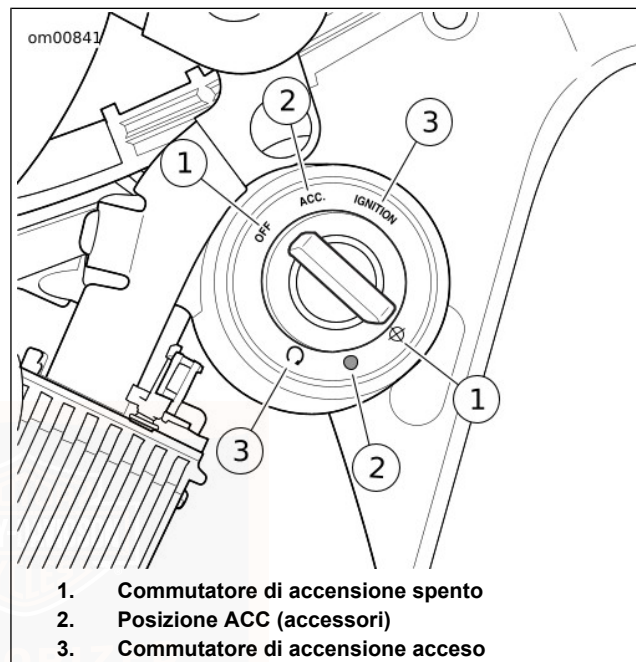

Figura 4. Commutatore di accensione: Modelli Sportster
Vedere Figura 4. Il commutatore di accensione comanda le funzioni dell'impianto elettrico della motocicletta. Il commutatore di accensione si trova sul lato destro del canotto dello sterzo. Vedere Tabella 20.
2. **Accensione con chiave:** Vedere Figura 4. Girare il commutatore di accensione su OFF (spento) per escludere completamente l'alimentazione elettrica.